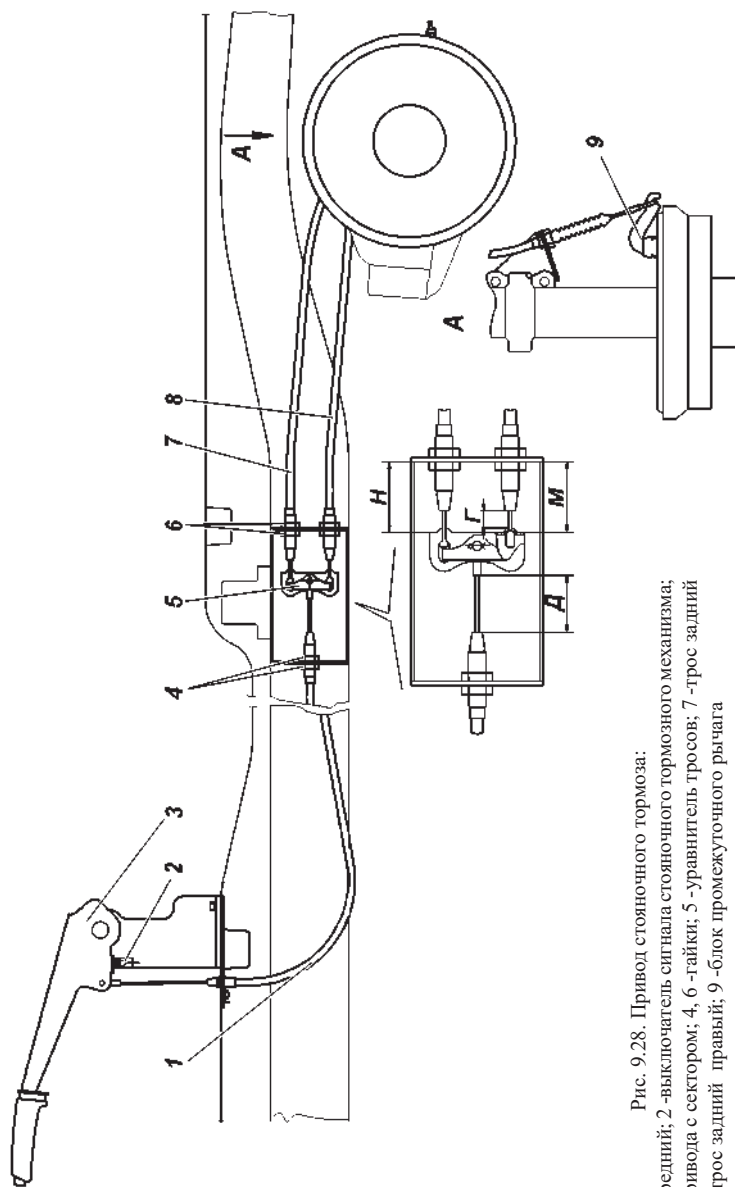

Рис. 9.28. Привод стояночного тормоза:
Колесный стояночный тормоз действующий на тормозные колодки задних колес (рис. 9.28).
3. Установите рычаг стояночного тормоза 3 (рис. 9.28) в нижнее положение.
5. Вращением гаек 4 и 6, выберите слабины тросов 1, 7, 8. При этом необходимо выдерживать размер $\Gamma=1$ мм (min), $D=35$ мм (min) и разницу размеров М и Н не более 6 мм (рис. 9.28). При выборе слабины тросов, перемещение рычагов 9 не допускается.